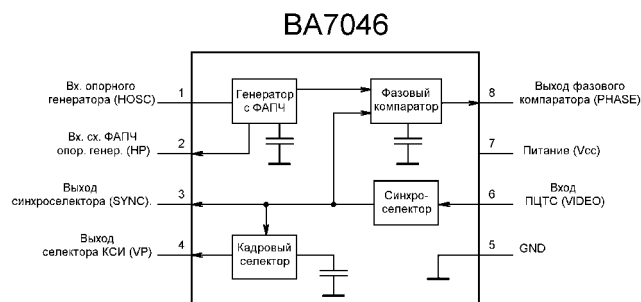

Рис. 13. Устройство синхронизации
- устройство синхронизации (рис. 13), которое состоит из микросхемы BA7046 – селектор синхроимпульсов с устройством АПЧ и таймера NE555 (KP1006BI1). Устройство синхронизации обеспечивает выделение синхроимпульсов для кодера PAL